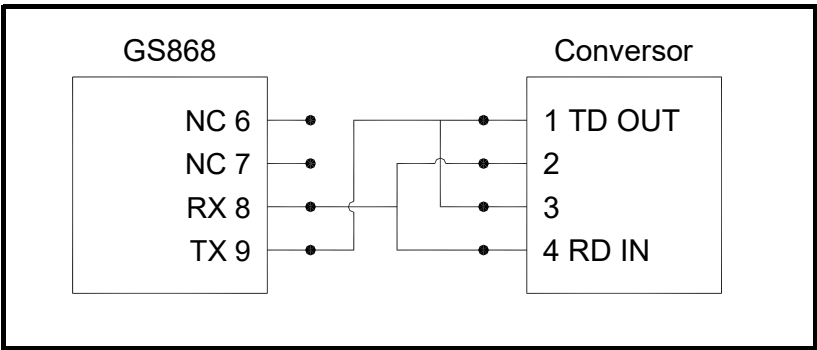

Figura 1-4: Conexões RS485 típicas
- 3. Passe uma ponta do cabo pelo orifício do conduíte, conecte-a ao bloco terminal J1 e prenda-a com a presilha de cabo. Conecte a outra ponta do cabo ao conversor, como mostra a Figura 1-4 a seguir.